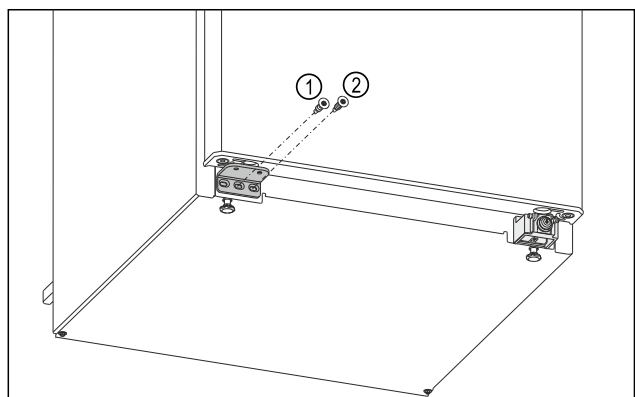

Fig. 24
- Serrer la vis centrale du support de palier Fig. 24 (1) avec un tournevis Torx 20.
- Serrer la vis intérieure du support de palier Fig. 24 (2) avec un tournevis Torx 20.